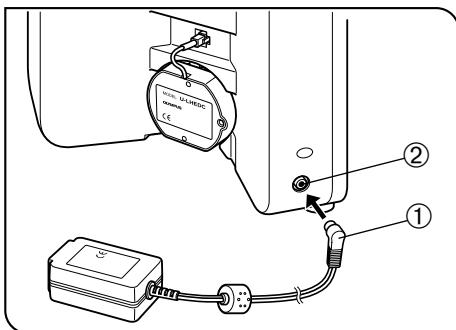

图 40
(图40)
- 连接电源线前, 一定要先关闭主开关 (图40)。
1. 把AC适配器的插头①插入显微镜的插座②中。